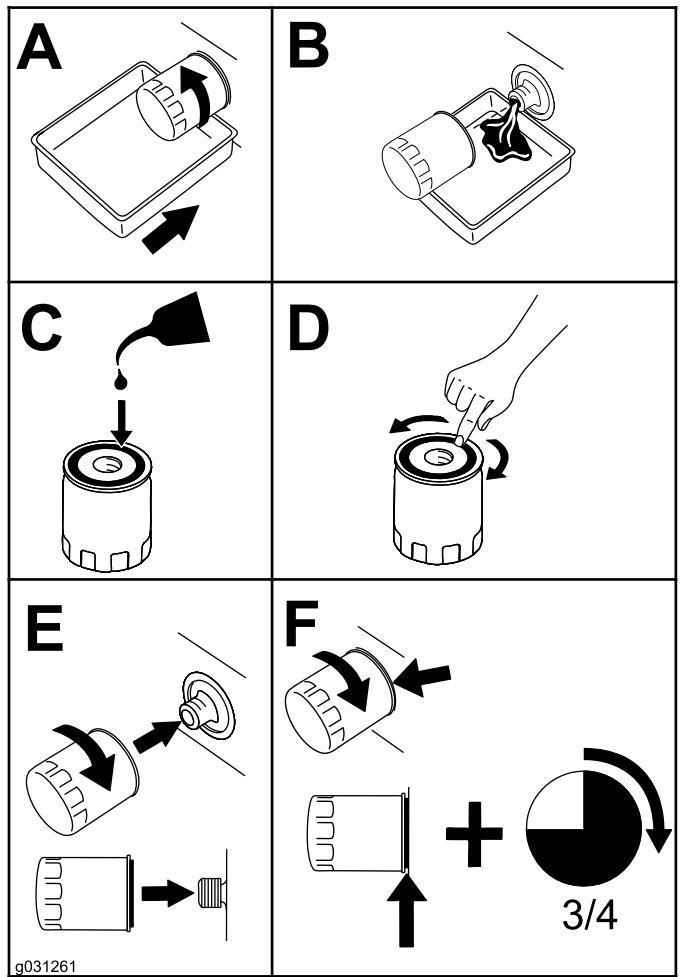

Figura 54
4. Înlocuii filtrul de ulei de motor conform indicațiilor din Figura 54.